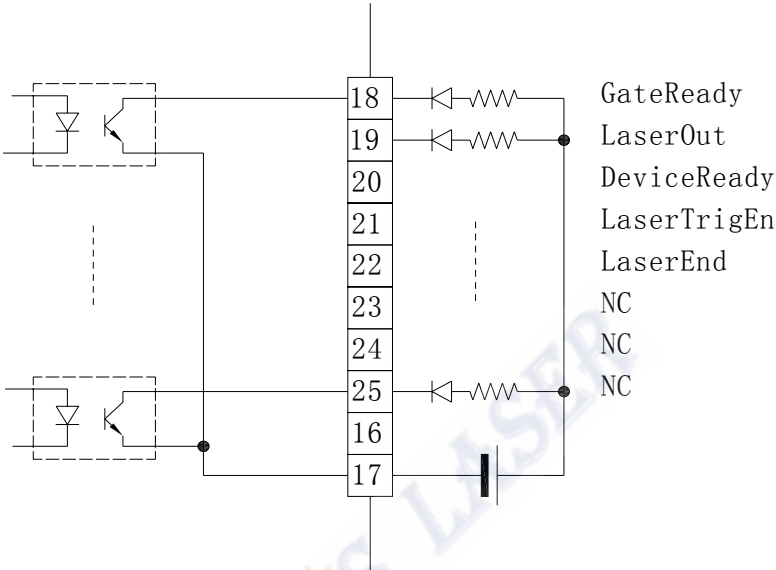

图 5-6 CN2 输出接口电路
注：①这个信号作为外控设备判断当前机器是否可以接收新的激光触发信号。当这个信号有效时，外部激光触发信号有效，当这个信号无效时，外部激光触发被忽略。在电平控制模式，激光触发信号有效期间可以忽略该信号。这个输出信号主要是用于消除干扰脉冲过滤太频繁的触发信号，以防止设备因过载而发生保护现象。**CN2** 输出接口电路（如图 5-6）